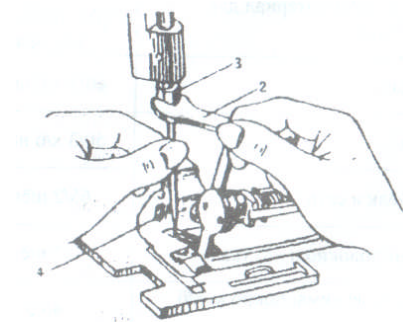

рис.4
После определения номеров иглы и ниток для данного сшиваемого материала обратите внимание, соответствующая ли игла в машине. Для замены иглы: поверните шкив по часовой стрелке, пока игольник не установится в самое высокое положение. Освободите гайку иглы (3), поворачивая её по часовой стрелке ключом (2), и замените иглу (4) на соответствующую (рис. 4).